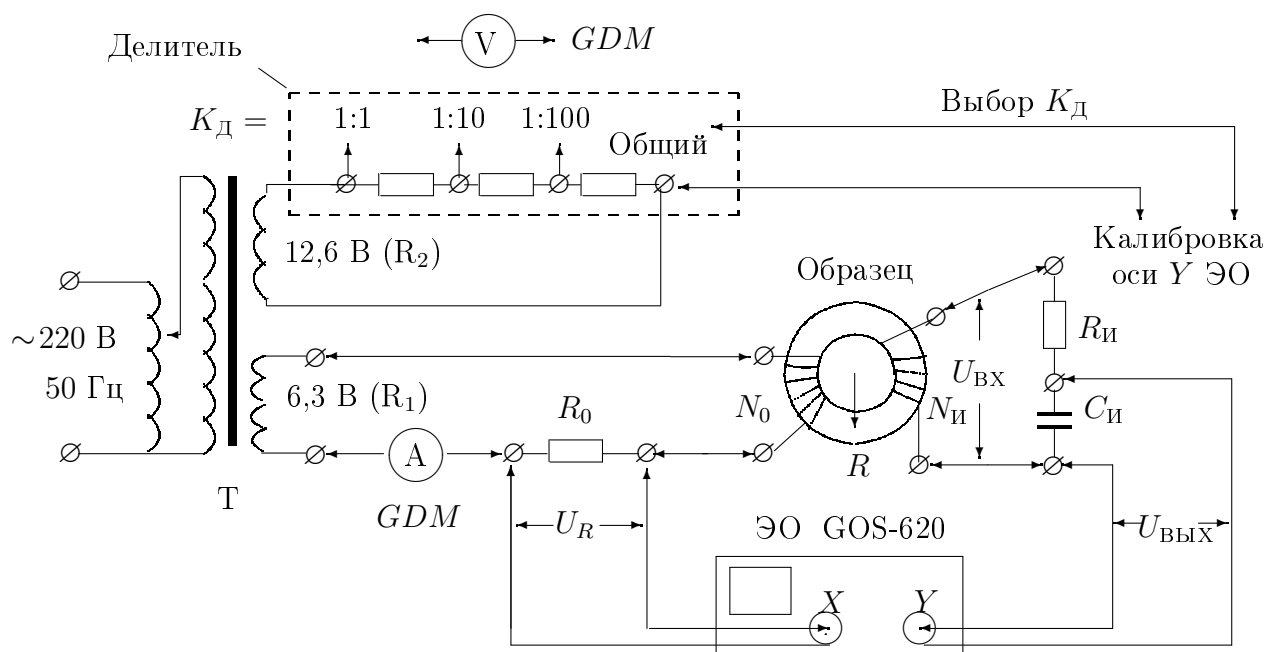

Рис. 3. Схема установки для исследования намагничивания образцов
Экспериментальная установка. Схема установки изображена на рис. 3. Напряжение от сети (220 В, 50 Гц) с помощью трансформаторного блока Т, состоящего из регулировочного автотрансформатора и разделительного понижающего трансформатора (или реостата R_1 , включённого как потенциометр), подаётся на намагничивающую обмотку N_0 исследуемого образца.
Проверка калибровки канала Y ЭО с помощью вольтметра. Сигнал с обмотки 12,6 В понижающего трансформатора (рис. 3) подаётся на делитель напряжения. Часть этого напряжения снимается с делителя с коэффициентом деления $K_{\text{Д}}$ (1/10 или 1/100) и подаётся на вход Y ЭО (вместо напряжения U_C). Мультиметр V измеряет напряжение $U_{\text{ЭФ}}$ на этих же клеммах делителя. Измерив $2y$ — длину вертикальной прямой на экране, можно рассчитать чувствительность канала Y :
1. Для наблюдения петли гистерезиса на экране ЭО соберите схему согласно рис. 3. (соединительные провода показаны на рисунке стрелками). Подготовьте приборы к работе: